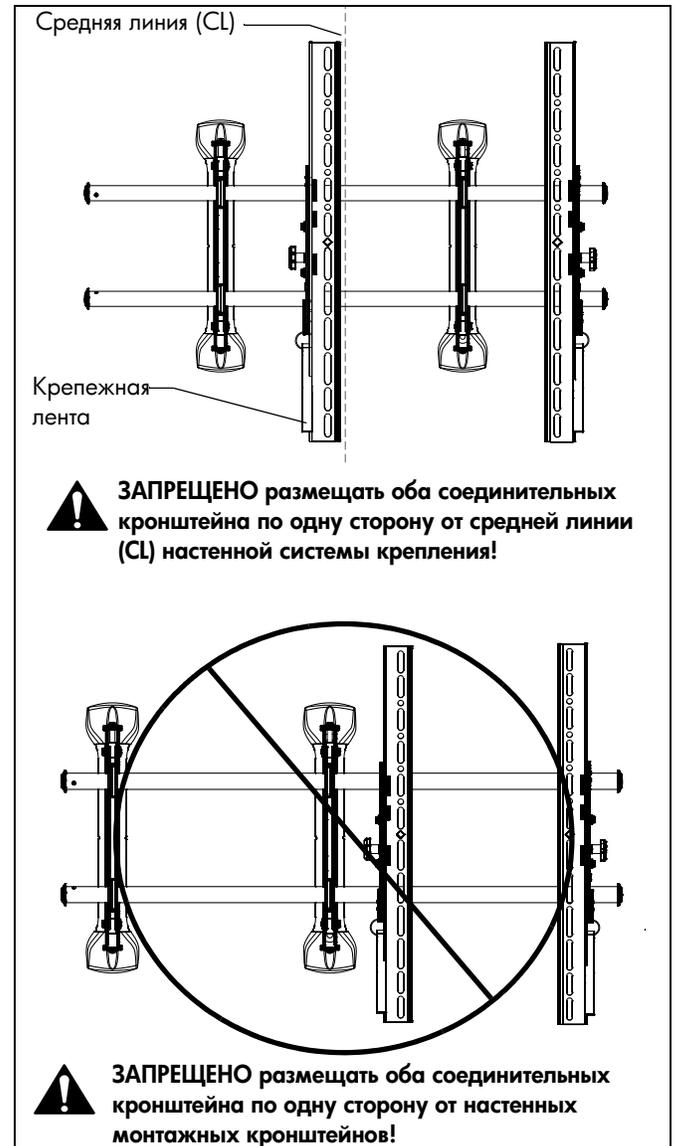

рис. 8
2. Отрегулируйте длину крепежной ленты Velcro® (при необходимости) так, чтобы она не выступала за нижний край экрана. (См. рис. 8)
ПРИМЕЧАНИЕ. ЗАПРЕЩЕНО размещать оба соединительных кронштейна по одну сторону от средней линии настенной системы крепления! (См. рис. 8)
ПРИМЕЧАНИЕ. ЗАПРЕЩЕНО размещать оба соединительных кронштейна по одну сторону от настенного монтажного кронштейна. (См. рис. 8)